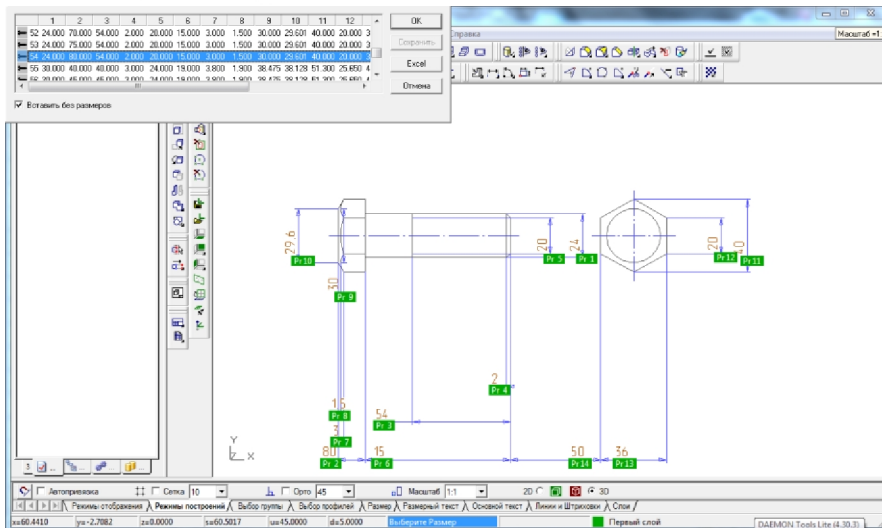
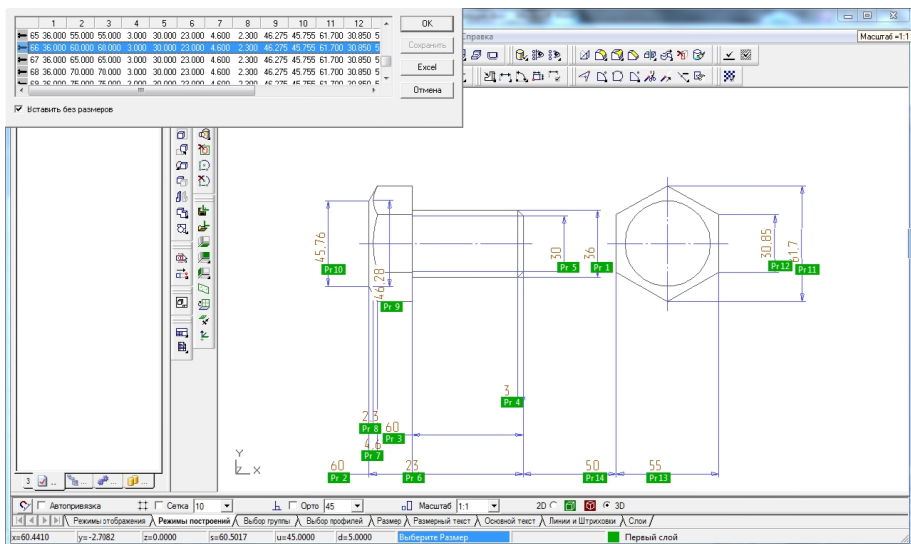

Рис. 22. Пример чтения параметрической модели 1
Рис. 23. Пример чтения параметрической модели 2
- Создайте новый пустой документ ADEM и прочитайте в него только что созданный вами каталожный файл, воспользовавшись клавишей **Чтение фрагмента** . При этом откроется таблица, в которой можно выбрать интересующие параметры. Пример чтения каталожного файл представлен на Рис. 22 и Рис. 23.